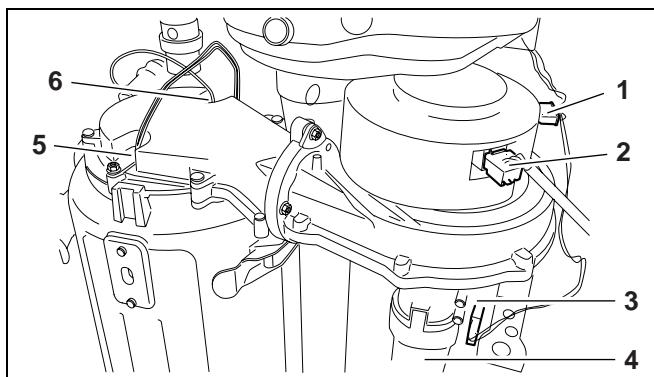

Рис. 38 Отсоединение штекера от воздуходувки и газопроводной арматуры
- Отсоединить штекер (рис. 38, **поз. 1, 2 и 3**) от газового/воздушного блока.
- Демонтировать воздухозаборник с газового/воздушного блока (рис. 38, **поз. 4**).
- Отсоединить штекер от ионизационного штифта (рис. 38, **поз. 6**) и накального зажигателя (рис. 38, **поз. 5**).